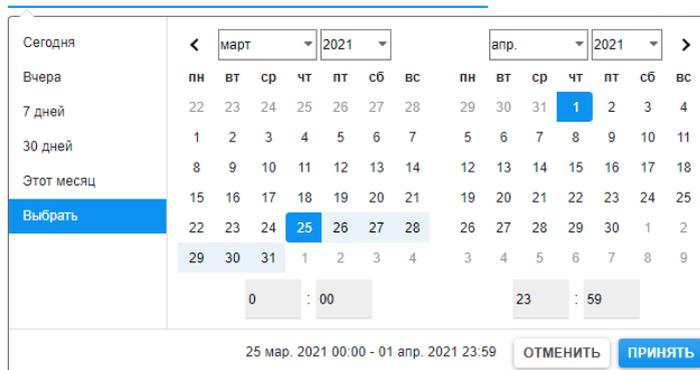

Рисунок 4 – Окно с календарем
2.4.3.1 По умолчанию в журнале системных событий будут отображены записи за последние 7 дней. Для изменения периода, за которые должны быть отображены записи, необходимо воспользоваться полем «Значения за период», нажав левой кнопкой мыши (далее – ЛКМ) на дату, после чего откроется дополнительное окно с календарем (рисунок 4).